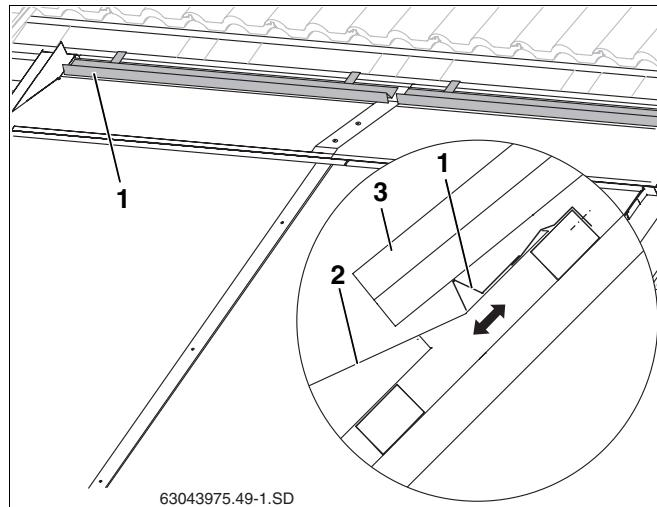

Рис. 60 Укладка и крепление опор для черепицы
- как можно дальше перекрыть накладной лист (рис. 60, **поз. 2**), при этом не касаясь его и
- Установить опору (рис. 60, **поз. 1**) в нужном положении и прикрепить к обрешетке.
- Положить обрезанные черепицы (рис. 60, **поз. 3**).